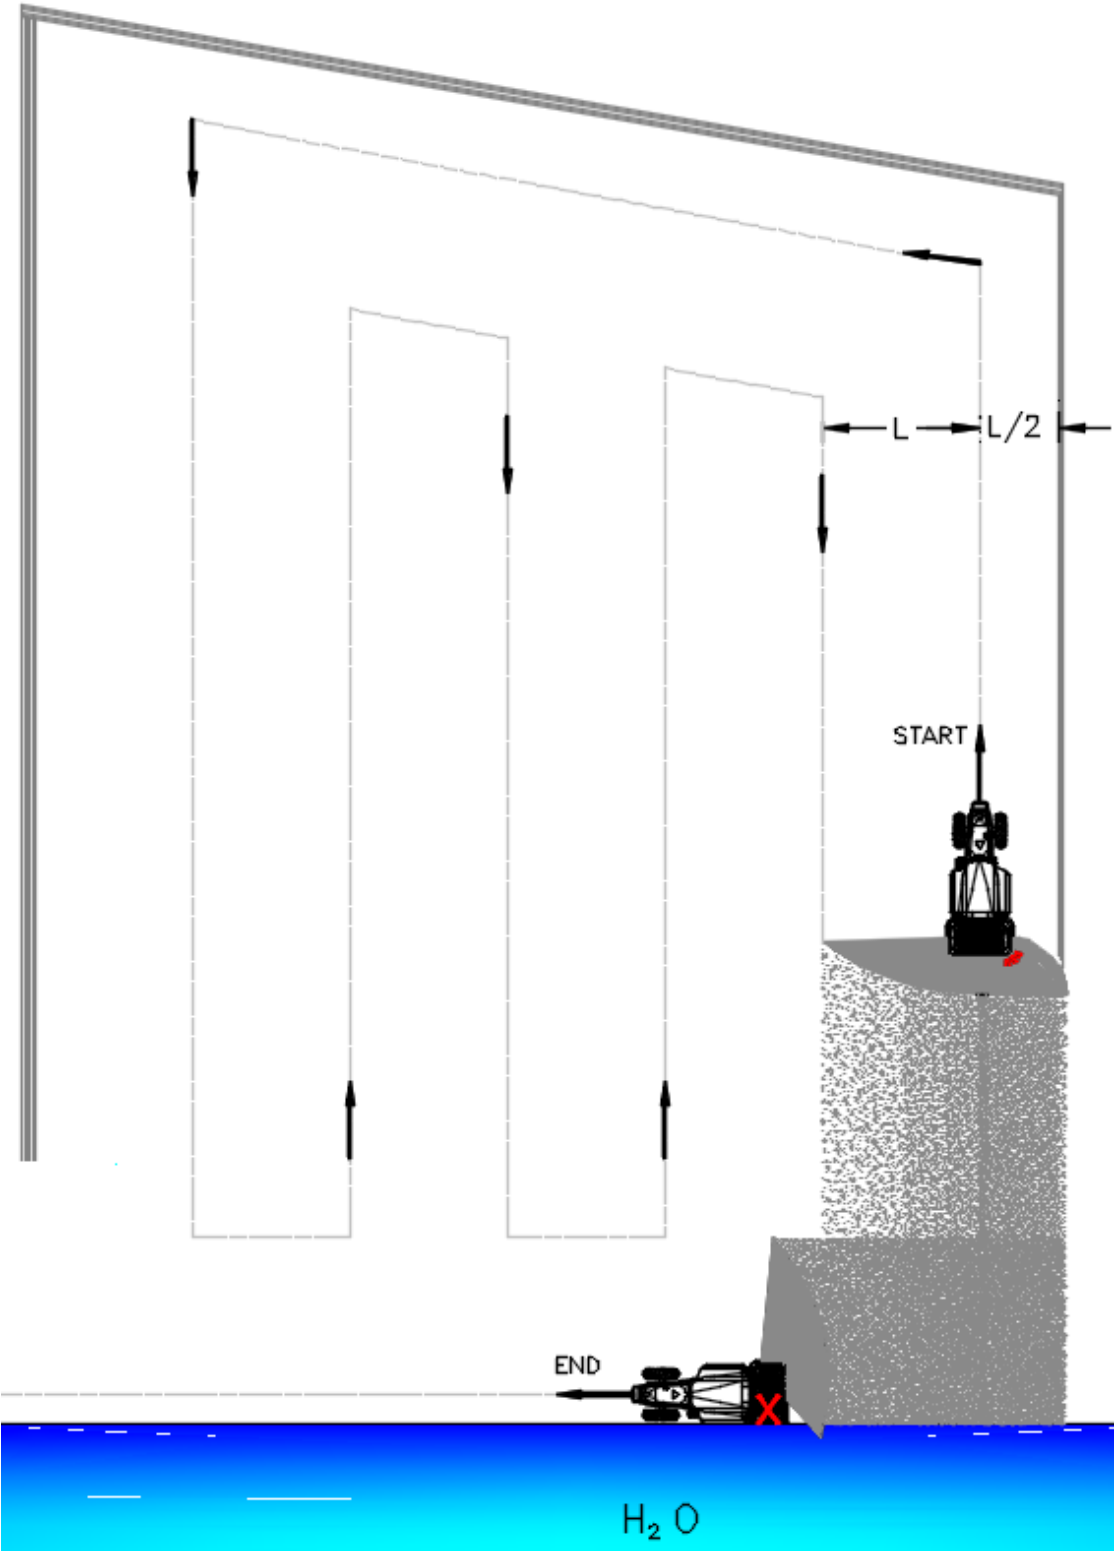

Figure 12.1 - Exemple d'épandage sur le terrain
- 4) Le schéma de la page suivante (*figure 12.1*) montre, à titre d'exemple, l'une des nombreuses approches possibles pour L'ÉPANDAGE d'engrais sur le terrain. L'objectif est d'assurer une distribution complète, sans lacunes ni répétitions sur la zone à couvrir, tout en respectant les normes et les limites du terrain.